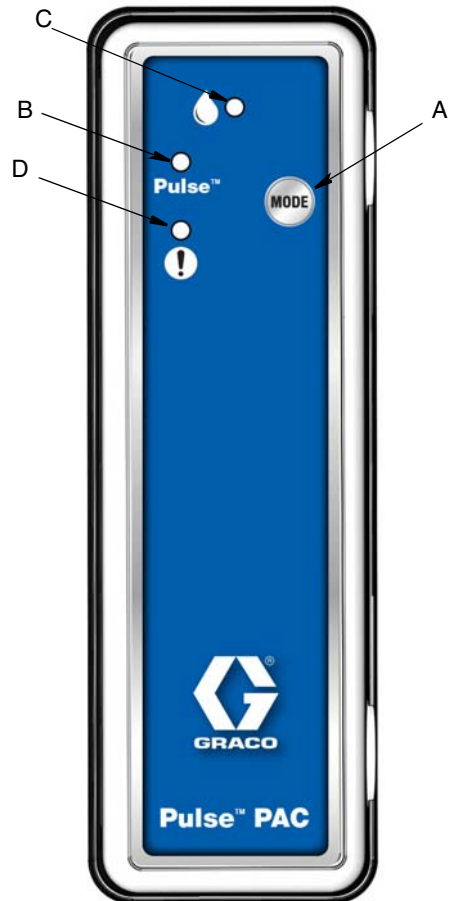

FIG. 13
3. Collegare l'alimentazione al PAC. (L'indicatore rosso (D) si accende). Attendere 30 secondi. (L'indicatore blu (B) si accende) (FIG. 13).
4. Nel PAC, mantenere premuto il pulsante Mode (A) per 5 secondi (FIG. 13). (L'indicatore verde (C) si accende. Gli indicatori blu (B) e rosso (D) si spengono).
5. Mantenere premuto il pulsante Mode (A) di nuovo per 5 secondi, quindi rilasciarlo (FIG. 13). (L'indicatore verde (C) rimane acceso. Gli indicatori blu (B) e rosso (D) si accendono).
6. Attendere dai 5 ai 10 secondi. (L'indicatore verde (C) si spegne. L'indicatore blu (B) inizia a lampeggiare. L'indicatore rosso (D) rimane acceso).
7. Quando l'indicatore blu (B) smette di lampeggiare e diventa blu fisso, la sequenza di registrazione del PAC è completata (da 1 a 3 minuti) (FIG. 13). (L'indicatore rosso (D) rimane acceso).
9. Attendere da 1 a 3 minuti finché l'indicatore rosso (D) non si spegne. Il PAC è ora configurato.
Premere e mantenere premuto MODE (A) per 5 secondi (FIG. 13) per selezionare la modalità Pulse o Work Offline.